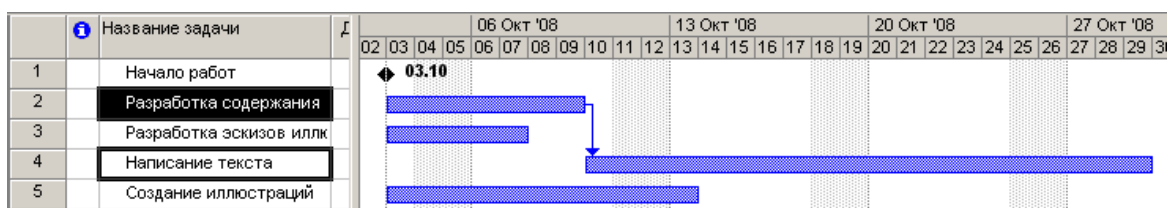

Рис. 15
- Нажмите кнопку  на панели инструментов (Стандартная). Между выделенными видами работ будет установлена связь типа «Окончание - начало», которая отобразится на диаграмме в виде стрелки (рис. 15).